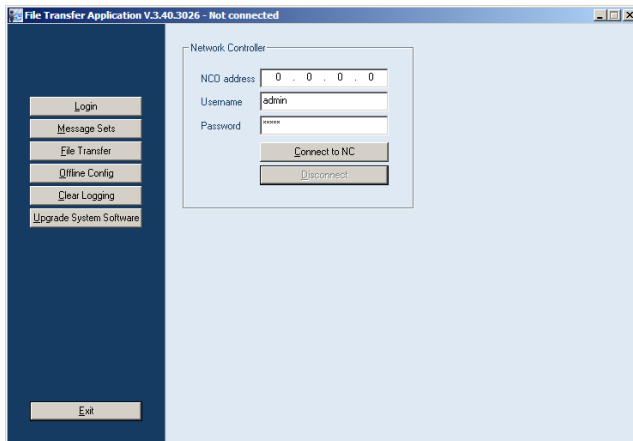

Abbildung 36.4: Eine Verbindung zum Netzwerkcontroller aufbauen
- 8 Gehen Sie zu *Start > Programs > Bosch > Praesideo > FT Application*, um die Praesideo *File Transfer Application* zu starten. Es wird ein Bildschirm angezeigt, der Abbildung 36.4 ähnelt.